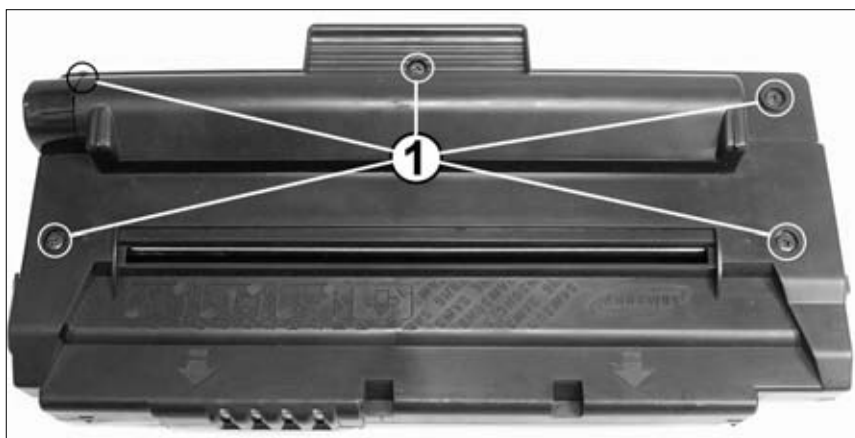

Рис. 1
1. Располагают картридж чипом к себе фотобарабаном вниз (рис. 1). Откручивают два самореза (1 на рис. 2) крепления левой боковой крышки. С помощью плоской отвертки освобождают фиксатор (2) боковой